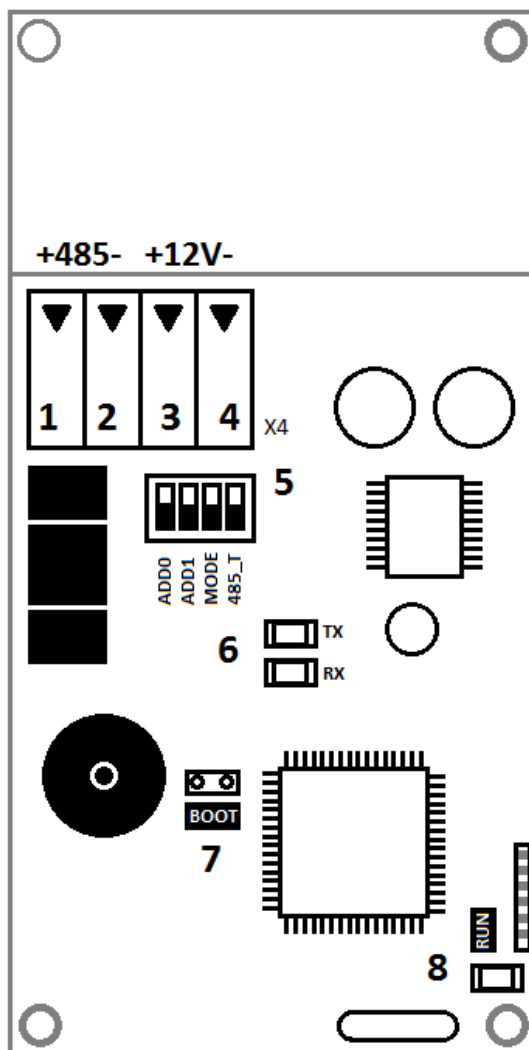

Рисунок 2. Внешний вид платы считывателя
На каждом считывателе необходимо установить собственный сетевой адрес в сети RS 485. Установка производится с помощью движкового переключателя K2 (5), расположенного на плате считывателя (см. рисунок 2). Диапазон изменения адреса 0-3.